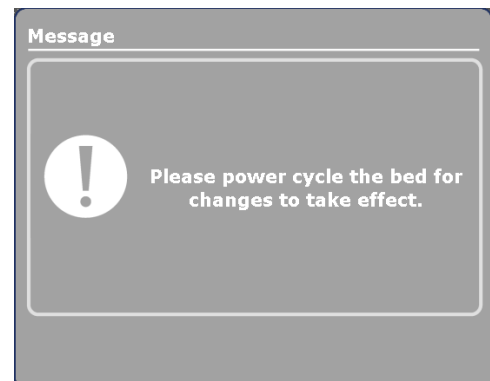

Abbildung 34:
5. Nach dem Drücken der Taste „OK“ werden die Optionen gespeichert erscheint ein Bildschirm „Cycle Power“ (Stromzufuhr zurücksetzen) (Abbildung 34) mit der Aufforderung, die Stromzufuhr am Bett zurückzusetzen.
6. Die Stromzufuhr zum Bett zurücksetzen, indem zunächst der Batterie-Hauptschalter auf „OFF“ (AUS) (O) gesetzt und anschließend das Stromkabel aus der Wandsteckdose genommen wird. Das Stromkabel wieder in die Wandsteckdose stecken und anschließend den Batterie-Hauptschalter zurück auf „ON“ (EIN) (I) setzen.
4. Nach dem Drücken der Taste „OK“ erscheint ein Bildschirm „Cycle Power“ (Stromzufuhr zurücksetzen) (Abbildung 34) mit der Aufforderung, die Stromzufuhr am Bett zurückzusetzen.
5. Zum Zurücksetzen der Stromzufuhr am Bett den Batterie-Hauptschalter auf „OFF“ (AUS) (O) setzen und anschließend das Stromkabel aus der Wandsteckdose nehmen. Das Stromkabel wieder in die Wandsteckdose stecken; anschließend den Batterie-Hauptschalter zurück auf „ON“ (EIN) (I) setzen.